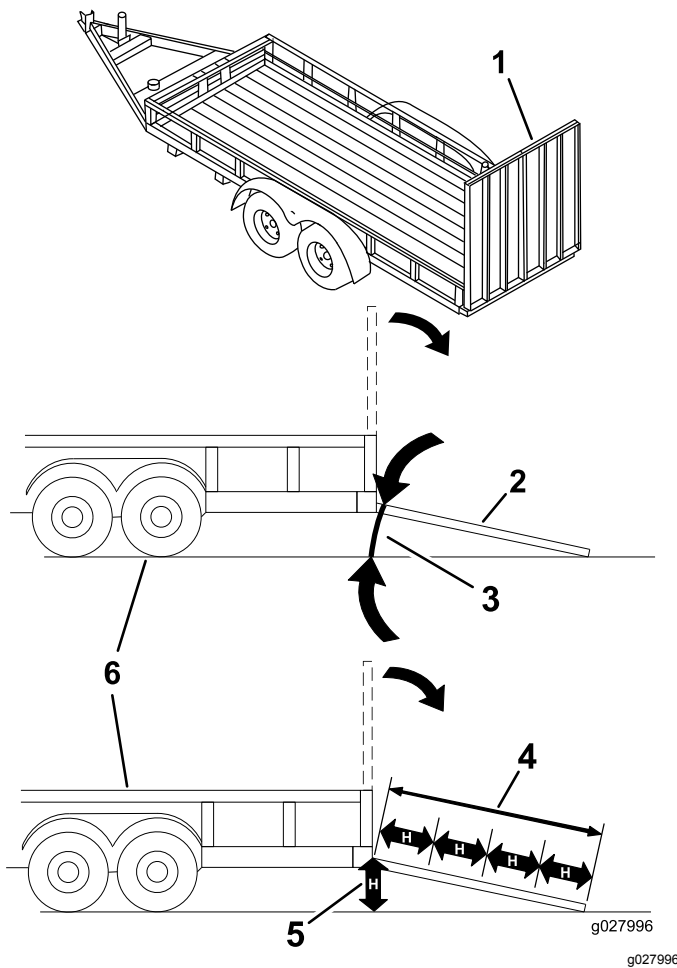

Figura 31
Quando si carica la macchina su un trailer o un autocarro si aumenta il rischio di ribaltamento, che può causare gravi ferite ed anche la morte (Figura 31).
1. Abbassate la rampa e assicuratevi che l'angolo tra la rampa e il terreno non superi i 15 gradi (Figura 31).